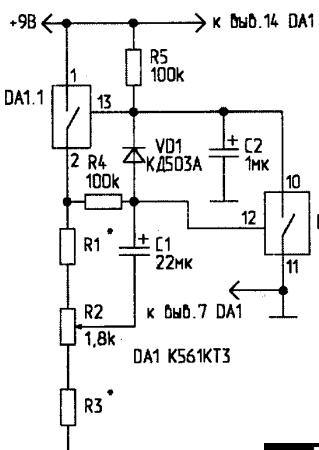

рис.10
**М.Шустов** описал генератор импульсов на КМОП-коммутаторе ("РЛ", 6/99, стр.39). Генератор (рис.10) собран на двух ключах микросхемы K561KT3. При включении генератора оба ключа разомкнуты. Конденсатор  $C_2$  через резистор  $R_5$  заряжается до напряжения, при котором ключ DA1.1 замыкается. На резистивный делитель  $R_1$ ... $R_3$  подается напряжение питания; конденсатор  $C_1$  заряжается через резисторы  $R_4$  и  $R_3$  и часть потенциометра  $R_2$ . Когда напряжение на его положительной обкладке достигает напряжения срабатывания ключа DA1.2, происходит разряд обоих конденсаторов, и процесс их заряда-разряда периодически повторяется. Потенциометр  $R_2$  позволяет изменять величину "стартового" напряжения для заряда конденсатора  $C_1$  и, следовательно, частоту генерируемых импульсов в пределах от единиц до десятков герц. Частотой генерации можно управлять с помощью напряжения. Для этого управляющее напряжение от 4...5 В до 15 В необходимо подключать взамен напряжения питания. С понижением питающего напряжения частота генерируемых импульсов растет.